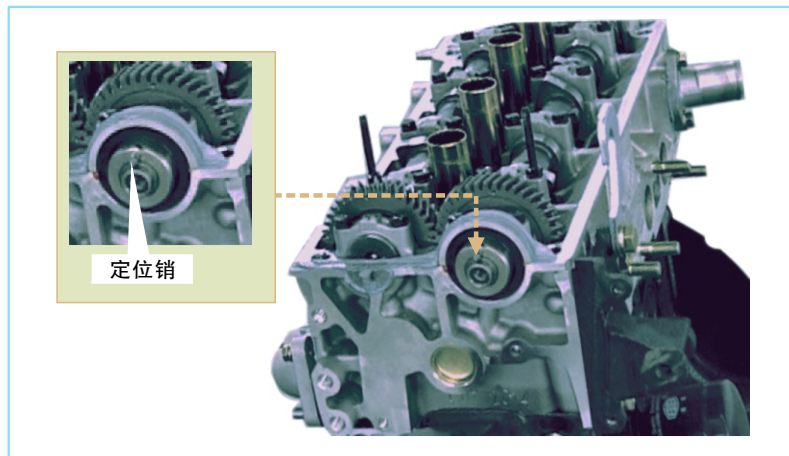

图2-119 检查定位销位置
k. 顺时针转动排气凸轮轴，在定位销朝上的情况下固定凸轮轴（图2-119）。